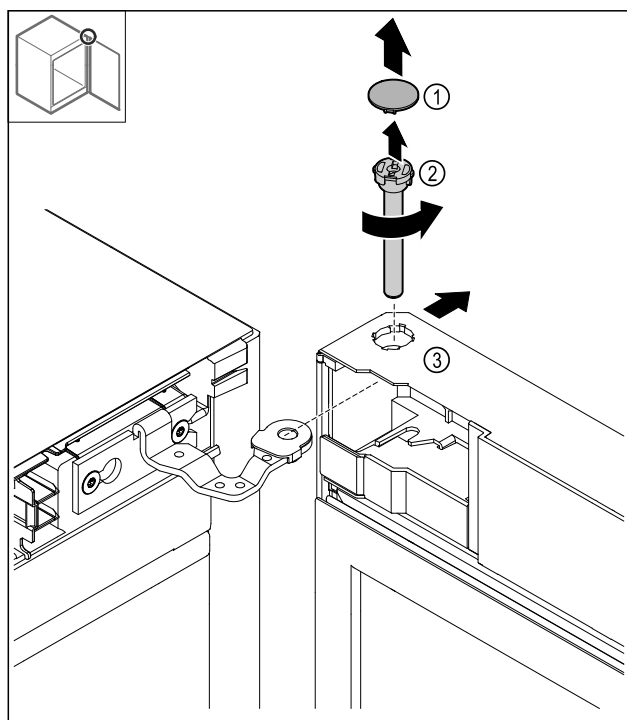

Fig. 19
- Ta av dekkelet Fig. 19 (1).
- Løsne bolten Fig. 19 (2) mot urviseren og trekk ut.
- Vipp døren Fig. 19 (3) litt.